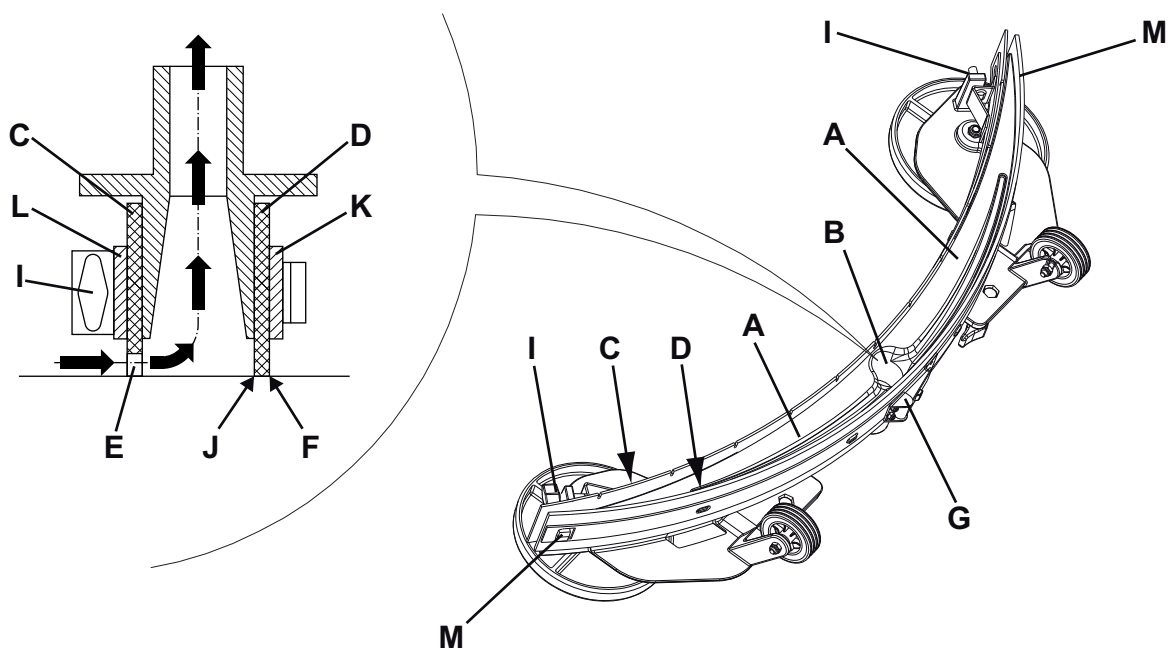

Figure 5
2. Positionner la clé de contact (80) sur "0".
3. Baisser l'embouchure (25) au moyen du levier (10).
4. Desserrer les boutons (26) et déposer l'embouchure (25).
5. Déconnecter le tuyau d'aspiration (15) de l'embouchure.
6. Laver et nettoyer l'embouchure (Fig. 5). Nettoyer en particulier les compartiments (A, Fig. 5) et l'orifice (B). Contrôler que la lamelle en caoutchouc avant (C) et la lamelle en caoutchouc arrière (D) sont intactes et qu'elles ne présentent pas de coupures ou déchirures ; dans le cas contraire, les remplacer (voir la procédure au paragraphe suivant).
1. Nettoyer l'embouchure (Fig. 5) comme décrit au paragraphe précédent.
2. Contrôler que les bords (E) de la lamelle en caoutchouc avant (C) et les bords (F) de la lamelle en caoutchouc arrière (D) se posent simultanément sur un plan, sur toute leur longueur ; dans le cas contraire, régler leur hauteur en procédant comme suit :
- Décrocher le tirant (G), décrocher les dispositifs de retenue (M) et régler la lamelle en caoutchouc arrière (D), puis accrocher les dispositifs de retenue et installer le tirant.
- Desserrer les boutons (I) et régler la lamelle en caoutchouc avant (C), puis serrer les boutons.
3. Contrôler que la lamelle en caoutchouc avant (C) et la lamelle en caoutchouc arrière (D) sont intactes et qu'elles ne présentent pas de coupures ou déchirures ; en cas contraire, les remplacer en procédant comme suit. Contrôler que l'arête (J) de la lamelle en caoutchouc arrière n'est pas usée ; en cas contraire, tourner la lamelle en caoutchouc, en remplaçant l'arête usée avec l'une des trois arêtes intactes. Si toutes les arêtes sont usées, remplacer la lamelle en caoutchouc en procédant comme suit :
- Décrocher le tirant (G), décrocher les dispositifs de retenue (M) et déposer la bande de retenue (K), puis remplacer / retourner la lamelle en caoutchouc arrière (D). Pour la repose, procéder dans l'ordre inverse de la dépose.
- Dévisser les boutons (I) et déposer la bande de retenue (L), puis remplacer la lamelle en caoutchouc avant (C). Pour la repose, procéder dans l'ordre inverse de la dépose.
4. Connecter le tuyau d'aspiration (15) à l'embouchure.
5. Reposer l'embouchure (25) et serrer les boutons (26).
6. Si besoin est, régler le bouton de réglage (27) de l'équilibrage de l'embouchure.